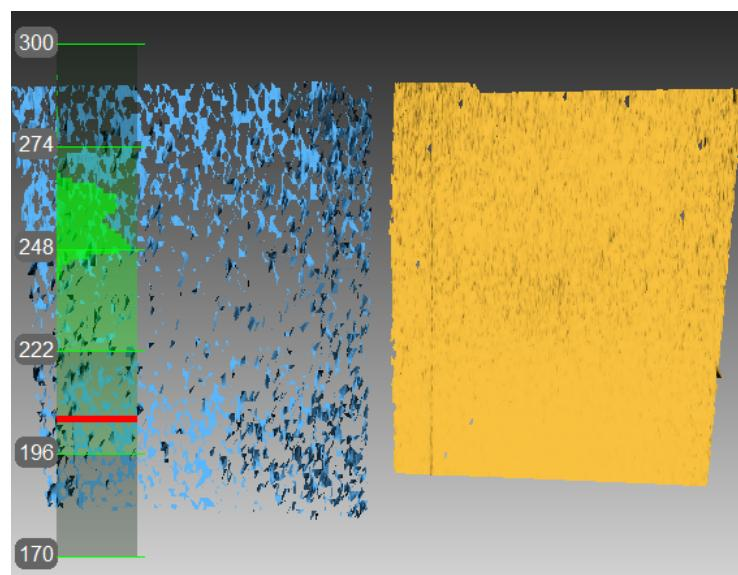

Рис. 11.5: Результаты коррекции Artec Spider
В некоторых случаях вследствие небрежного обращения или транспортировки (тряска, случайные падения, некоторые другие причины), сканер может перестать снимать 3D-поверхности должным образом. В этом случае сканируемые поверхности могут реконструироваться лишь частично, могут появляться дырки (на Рис. 11.5 на синей поверхности заметны результаты плохой реконструкции). Эти проблемы могут быть решены с помощью коррекции или калибровки.
9. Повторите шаг 8 еще три раза. Как только вы закончите, система начнет вычисления, и в окне 3D вида появится желтая плоскость, соответствующая поверхности, снятой с корректированными калибровочными данными (см. Рис. 11.5).